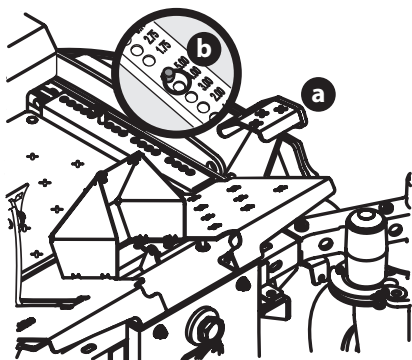

Fig. 1
2. Use el pedal de elevaci  n de la plataforma (a) para elevar la plataforma hasta su posici  n m  s alta y asegurarla en su lugar con el pasador de horquilla (b) adosado a la cortadora (Fig. 1).